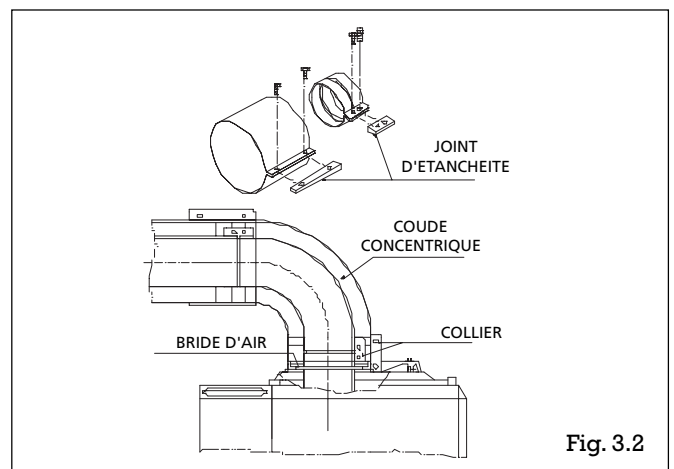

Fig. 3.2
- **de retirer la bride d'air pour toute longueur de conduits supérieure à 1 m pour les ventouses en Ø 60-100 et 4,2 m pour les ventouses en Ø 80-125 (fig.3.2).** La retirer à l'aide d'un tournevis utilisé en tant que levier.